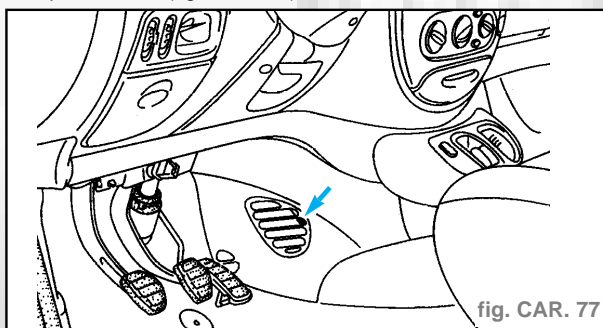

fig. CAR. 77
- Déposer la vis (fig. CAR. 77).